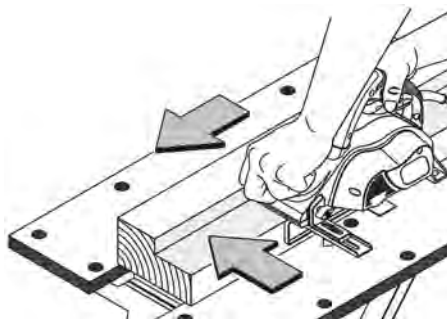

fig. 6 - fazendo entalhe
3. Encoste a guia lateral na peça, conforme fig. 6;
6. Faça o aplainamento sempre movimentando a plaina para frente pressionando-a para baixo, fig. 6.